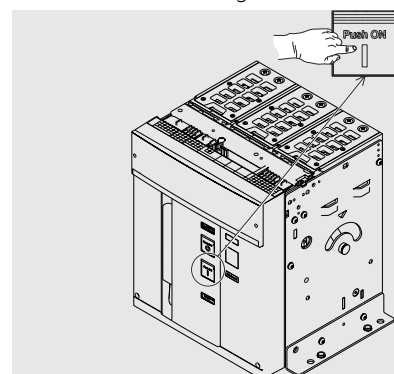

Abbildung 77
4. Einschalten - Die Einschalttaste "I - Push ON" drücken wie in Abbildung 77.